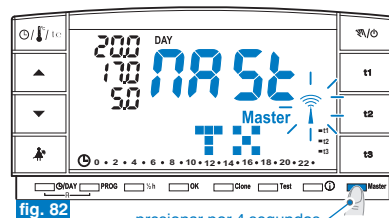

fig. 82
- pulsar el **botón Máster por 4 segundos**, en el pantalla aparezca el mensaje "MASt" (ejemplo fig. 82).